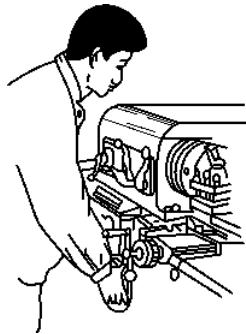

图 1-11 纵向手动进给操作姿势
① 工作准备：将车床电源开关关闭，调整中、小滑板镶条间隙。中、小滑板手柄摇动的松紧程度要适当，过紧或过松都需进行调整。
② 转动手柄，使床鞍纵向慢速均匀移动。操作者站在床鞍手轮的右侧，双手交替摇动床鞍手轮，操作姿势如图 1-11 所示。